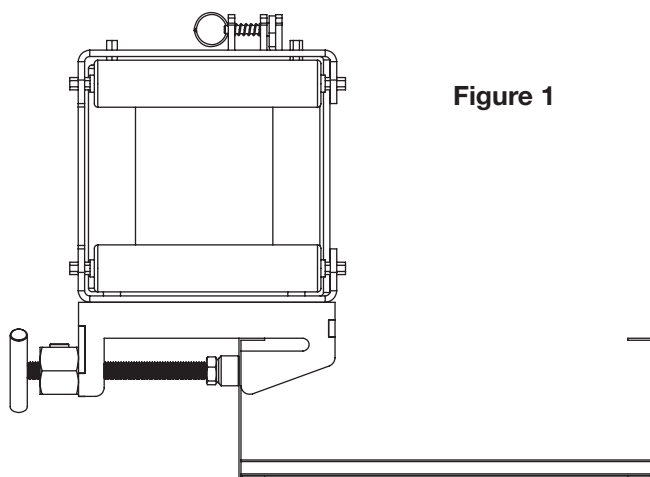

Figure 1
- Fixer le guide-câble au chemin de câbles comme indiqué aux Figures 1 à 3 ci-dessus, en fonction du type de bride utilisé sur le chemin de câbles.